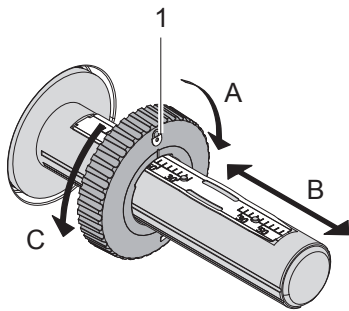

Figura 11 Ajuste do limitador de margem
3. Ajustar o limitador de margem (1) no desbobinador (3) de acordo com a largura da fita (Figura 11):
- Segurar o enrolador e destravar o limitador de margem (1), girando no sentido A.
- Deslizar o limitador de margem (1) no sentido B e, com o auxílio da escala, ajustar a largura da fita.
- Segurar o enrolador e destravar o limitador de margem (1), girando no sentido C.
4. Deslizar o rolo da fita (5) sobre o desbobinador (3) até o limitador de margem (1), de forma que a camada de cor da fita fique voltada para baixo ao desenrolar.